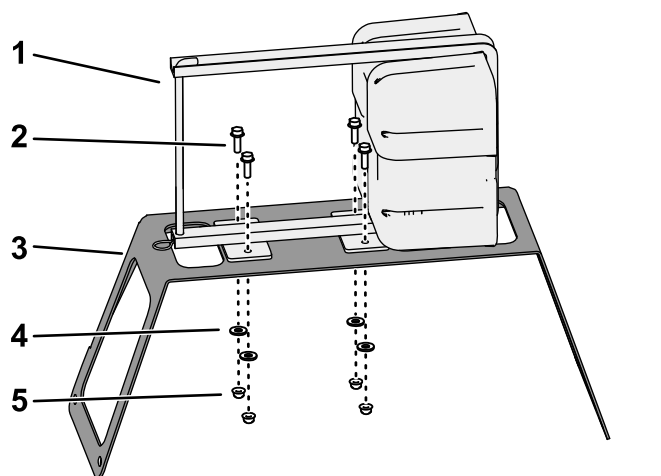

Figura 3
1. Alinhe o depósito do marcador de espuma e compressor no suporte de montagem como se mostra na Figura 3.
2. Prenda o compressor no suporte (Figura 3) com os quatro parafusos (5/16 x 1 pol.), quatro anilhas (3/8 pol.) e quatro porcas de bloqueio flangeadas (5/16 pol.).